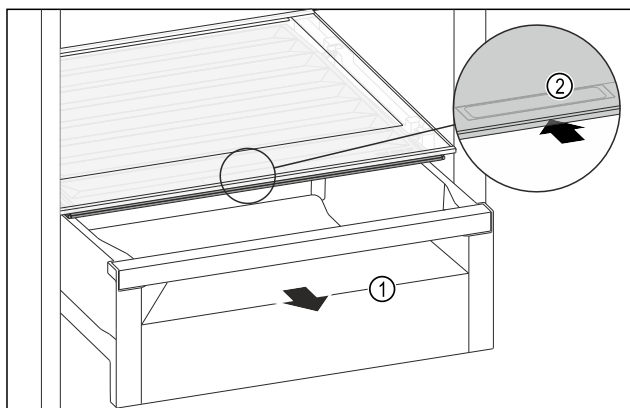

Fig. 125
- ▶ Извлеките выдвижной ящик Fig. 125 (1).
- ▶ Возьмитесь за утопленную ручку Fig. 125 (2) на крышке отделения и одновременно введите крышку отделения назад.